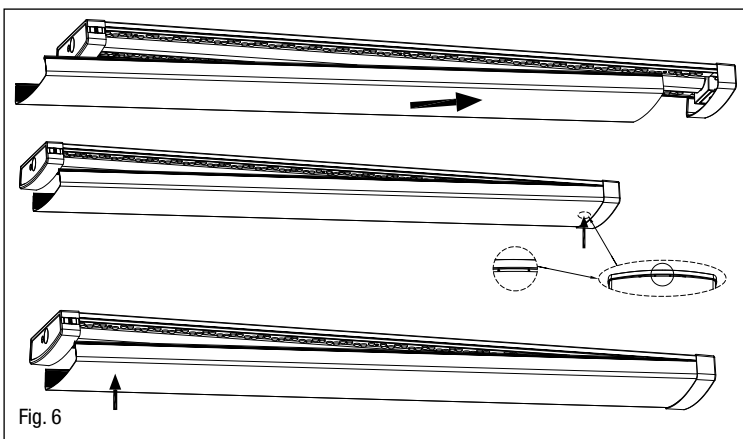

Fig. 6
8. Répétez l'étape 1 en sens inverse. (Fig. 6)